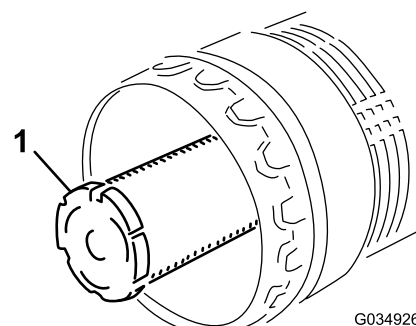

図 81
**注** 二次フィルタは、一次フィルタの3回目の整備時に交換してください 図 81。